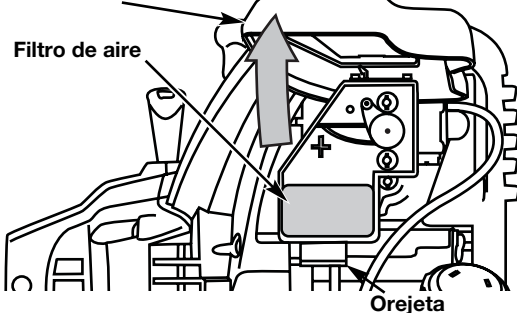

Fig. 23
- Abra la tapa del filtro de aire. Empuje hacia adentro la lengüeta que está en lado inferior de la tapa. Después hale hacia afuera y arriba la tapa del filtro de aire. (Fig. 23).
- Retire el filtro de aire (Fig. 23).
- Vuelva a colocar el filtro (Fig. 23).